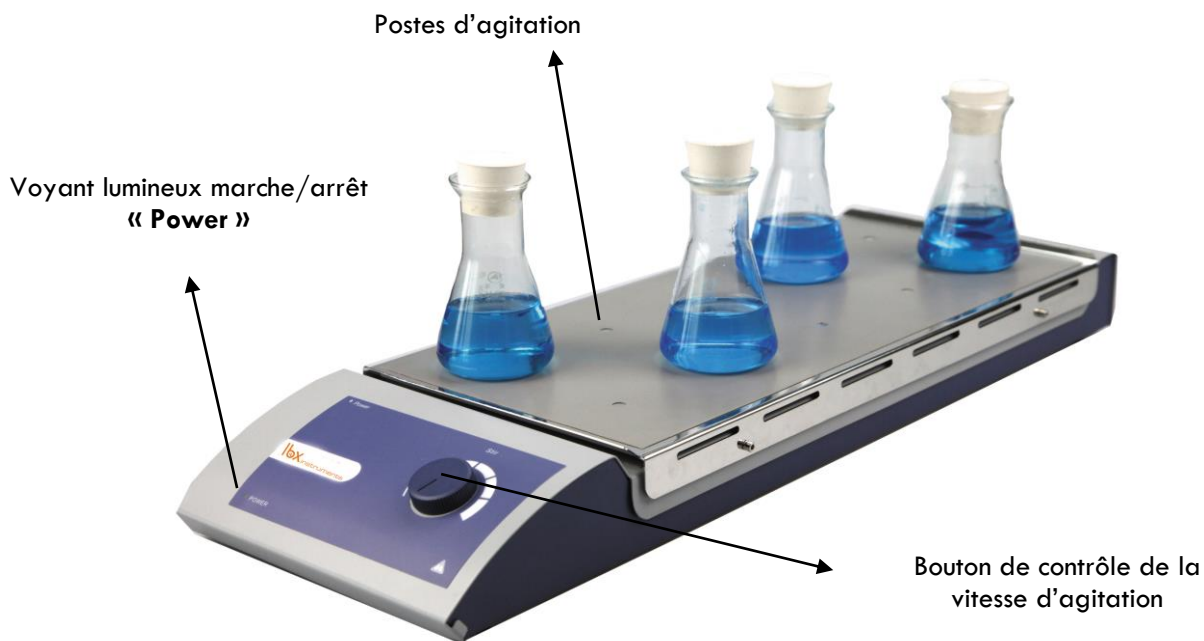

Figure 2
- Placer le récipient sur un des postes de travail (Cf. figure 2)